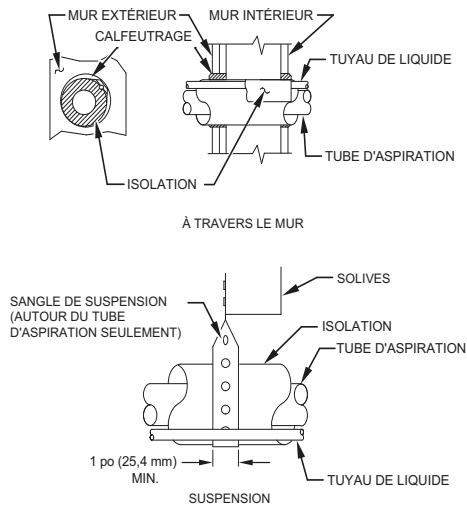

Figure 1 – Installation des conduites
5. Lorsque vous acheminez les conduites de frigorigène à travers le mur, scellez l'ouverture au moyen d'un composé à base de silicone résistant aux variations de température ou de tout composé de calfeutrage souple à base de silicone (consultez la Fig. 1).
7. Ne suspendez pas les conduites de frigorigène aux solives aux poutres au moyen de fils rigides ou de sangles en contact direct avec les conduites (consultez la Fig. 1).
9. Au besoin, utilisez les sangles de suspension de 1 po (25,4 mm) de largeur qui correspondent à la forme de l'isolation des conduites (voir Fig. 1).